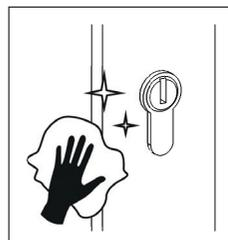

Abb. 4
5.4 Reinigen Sie **auf der Innenseite der Tür** den Bereich um das Schloss herum mit einem lösemittelfreien Reinigungsmittel (z. B. lösemittelfreie Glasreiniger). Die Klebefläche muss trocken, sauber, fett- und staubfrei sein (Abb. 4).